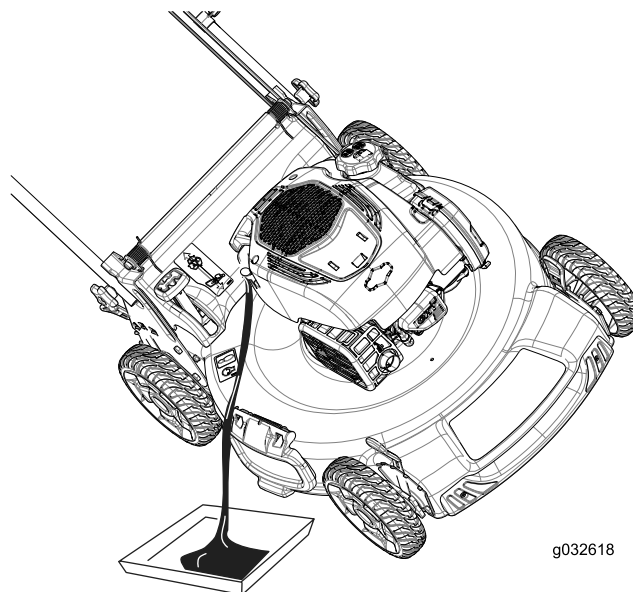

Figure 31
3. Inclinez la machine sur le côté (filtre à air en haut) pour vidanger l'huile usagée par le goulot de remplissage (Figure 31).